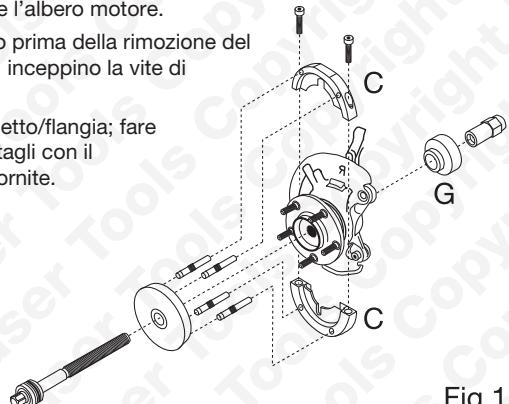
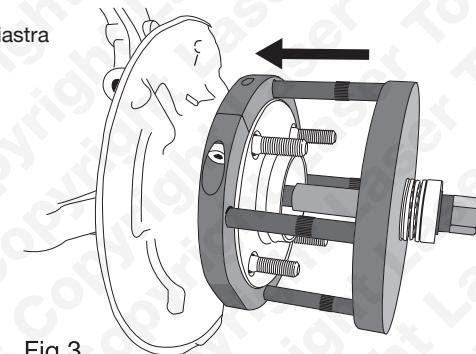
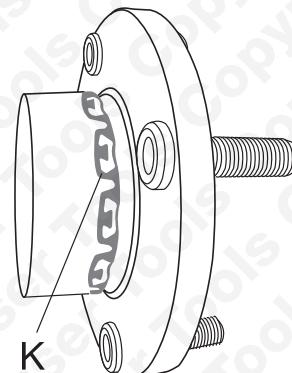

Fig 1
Fig 3
Fig 4
- Assemblare la valva di rimozione (C) al cuscinetto/flangia; fare riferimento al diagramma (Fig 1). Allineare i ritagli con il sensore ABS. Fissare con le viti di fermo (D) fornite.
- Assemblare i quattro perni di forzatura (E) alla piastra di forzatura (B). L'O-ring di gomma sul perno di forzatura lo fisserà nella bussola della piastra di forzatura.
- Da dietro, installare l'adattatore di estrazione (G) sopra l'estremità della vite di forzatura. Inserire il collare verso la vite di forzatura — fare riferimento alla Fig 1.
- Fissare l'attrezzo assemblato con il dado della vite di forzatura (F). L'estremità lunga filettata del dado della vite di forzatura verso la vite di forzatura — fare riferimento alla Fig 1.
- Per rimuovere il cuscinetto/flangia, tenere fermo il dado di forzatura (F) con una chiave da 30mm mentre si gira la vite di forzatura con una bussola da 22mm su una barra di interruzione o una maniglia a cricco lunga. (Non utilizzare attrezzi ad aria).
- Girare la vite di forzatura fino a che il cuscinetto/flangia non sono completamente nella posizione di zero. Se installato, assicurarsi che le lingue dell'anello spinato di ritegno (K) siano correttamente inseriti nella scanalatura di ritegno. Vedere Fig 4.
- Fare riferimento alla Fig 3: Allineare il gruppo piastra/perno con le valve, e installare la vite di forzatura principale attraverso il gruppo piastra/perno.
- Dal retro, installare l'adattatore di inserimento (I) sopra l'estremità della vite di forzatura in modo che sia appoggiata sul bordo esterno nel retro del sostegno del mozzo.
- Per installare il nuovo cuscinetto/flangia, tenere fermo il dado di forzatura (F) con una chiave da 30mm mentre si gira la vite di forzatura con una bussola da 22mm su una barra di interruzione o una maniglia a cricco lunga. (Non utilizzare attrezzi ad aria).